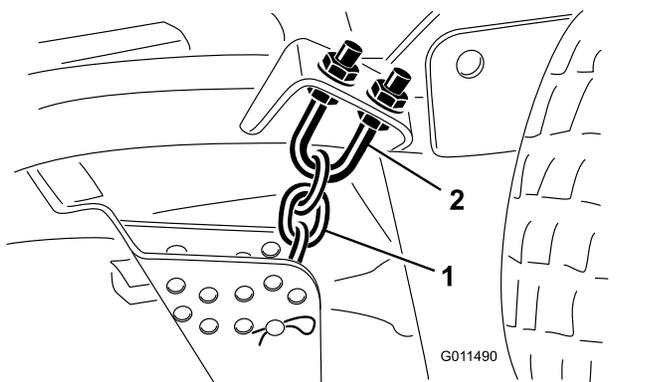

Рисунок 82
1. Ослабьте верхние или нижние контргайки на U-образном болте цепи высоты скашивания (Рисунок 82).